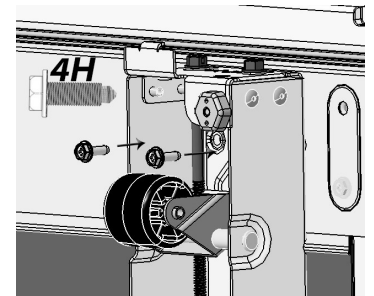
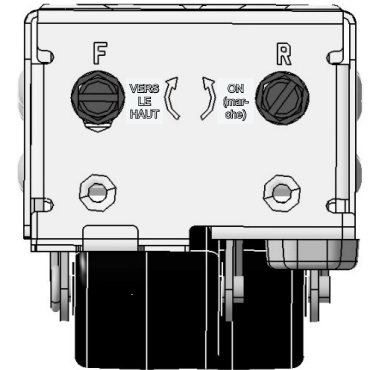

Fig. 5
Fig. 6
- c. À l'aide des boulons 4H de l'étape 1, fixez l'avant de l'assemblage du niveleur au réfrigérateur/congélateur à l'aide d'un tourne-écrou de  $\frac{5}{16}$  po (Fig. 5). Pour les étapes 3b et 3c, si vous avez besoin de plus d'espace pour le tourne-écrou, tournez le boulon étiqueté F dans le sens horaire (Fig. 6) à l'aide d'un tournevis à tête plate ou d'une clé à douille de  $\frac{3}{8}$  po.
11. a. Faites glisser la garniture latérale gauche en place en guidant soigneusement les crochets de la garniture latérale dans les fentes de fixation de la garniture latérale. La Fig. 5 montre une vue intérieure.